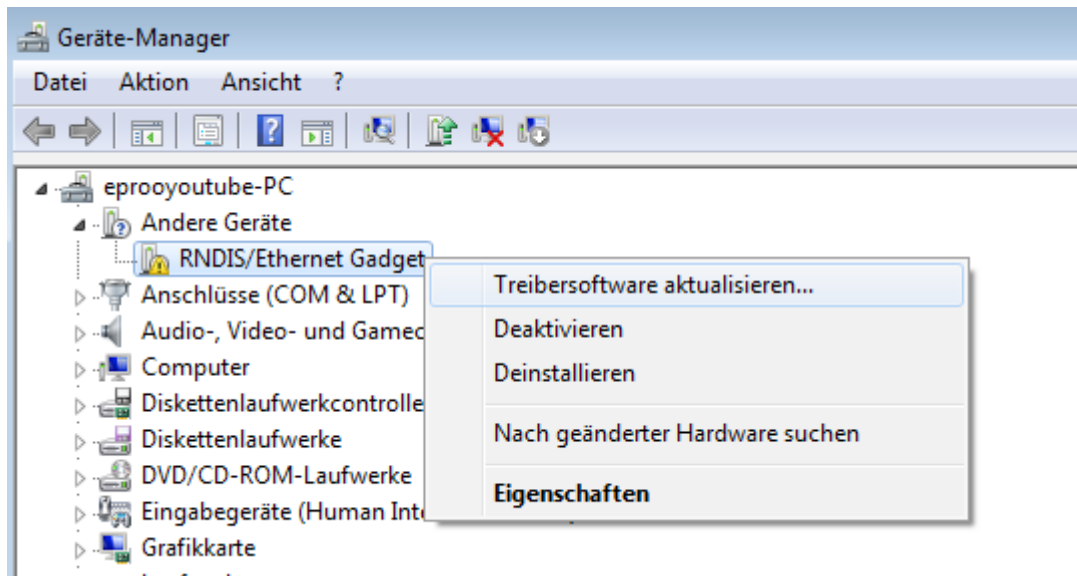

Abbildung 6: RNDIS Gadget aktualisieren
3. Rechtsklick auf den den "RNDIS / Ethernet Gadget" ausführen, der unter "Andere Geräte" liegt und auf "Treibersoftware aktualisieren" klicken.(siehe Abbildung 6)